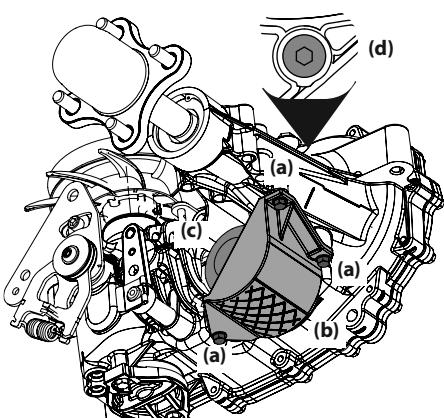

Figura 39
- Extraiga los tres tornillos de la protección del filtro (a) y la protección del filtro (b). Limpie los residuos sueltos que haya alrededor del filtro (c). Consulte la Figura 39.
8. Extraiga el tapón del orificio superior (d) de los transejes para permitir que se purguen durante el llenado. Consulte la Figura 39.